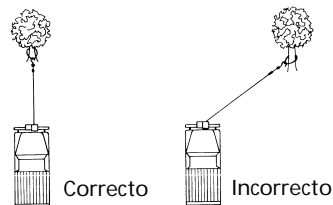

Figura 6
- EVITE TIRAR CONTINUAMENTE DESDE ÁNGULOS EXTREMOS, ya que esto causará que el cable de alambre se apile en un extremo del tambor (Figura 6). Esto puede atorar el cable de alambre en el cabrestante, dañando tanto el cable de alambre como el cabrestante.